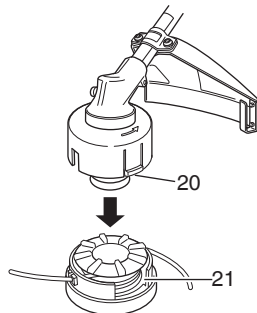

Fig. 25
(6) Placez le couvercle sur le boîtier de façon à ce que les attaches de blocage (20) sur le couvercle rencontrent les longs trous (21) sur le boîtier. Ensuite, appuyez bien sur le boîtier jusqu'à ce qu'il s'enclenche. (Fig. 25)